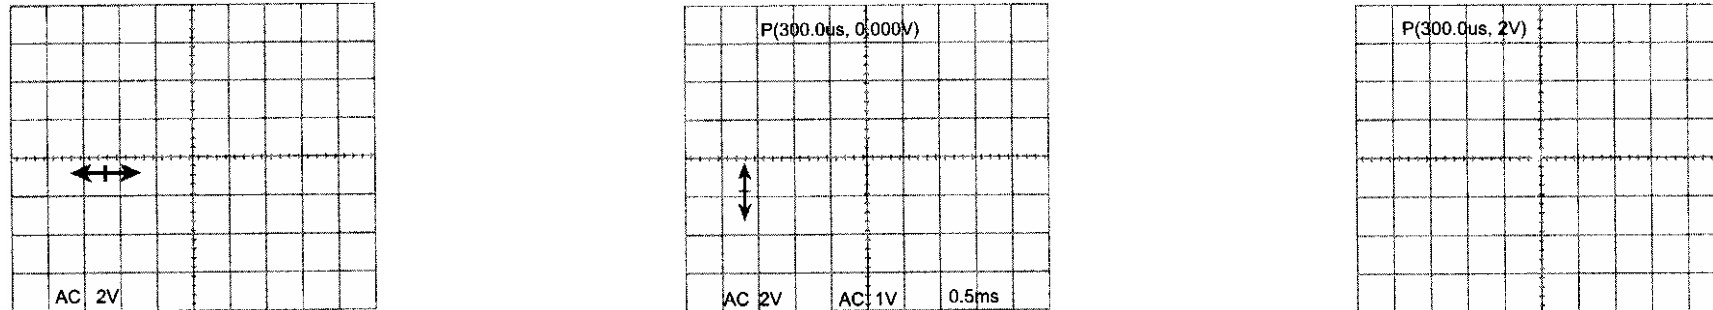

Рисунок 5-7
5.2.3. Измерение $P(t,V)$ (рис. 5-7)